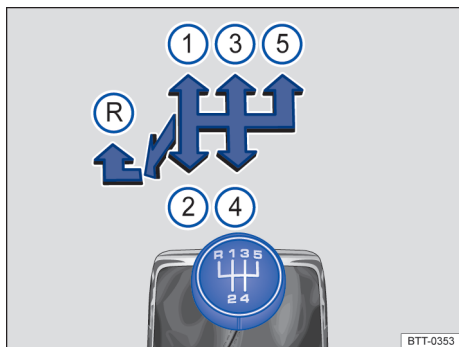

Fig. 94 Esquema de troca de marchas da transmissão manual de 5 marchas.
As posições de cada uma das marchas estão representadas na alavanca de troca de marcha → Fig. 94.
- Empurrar a alavanca de troca de marcha totalmente para a esquerda e depois para frente até a posição da marcha a ré → Fig. 94 Ⓡ.